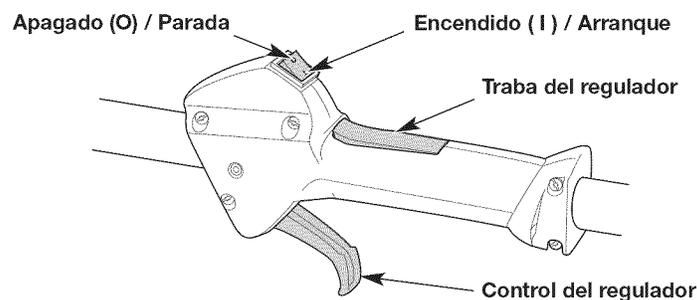

Fig. 9
NOTA: No hay necesidad de encender la unidad. El interruptor de Encendido/Apagado debe estar en la posición ENCENDIDO (I) en todo momento (Fig. 9).
6. **NO** oprima el control del regulador (Fig. 9). Tire de la cuerda con movimiento controlado y firme hasta que la unidad arranque (Fig. 12).
2. Oprima y no suelte el interruptor de control de Encendido y Apagado en la posición APAGADO (O) hasta que el motor se detenga por completo (Fig. 9).
- NOTA:** No hay necesidad de encender la unidad. El interruptor de Encendido/Apagado debe estar en la posición ENCENDIDO (I) en todo momento (Fig. 9).
6. **NO** oprima el control del regulador (Fig. 9). Coloque el accesorio Speed Start™ en el puerto Speed Start™ (Fig. 22). Consulte la sección *Operación* del manual del operador del accesorio Speed Start™.